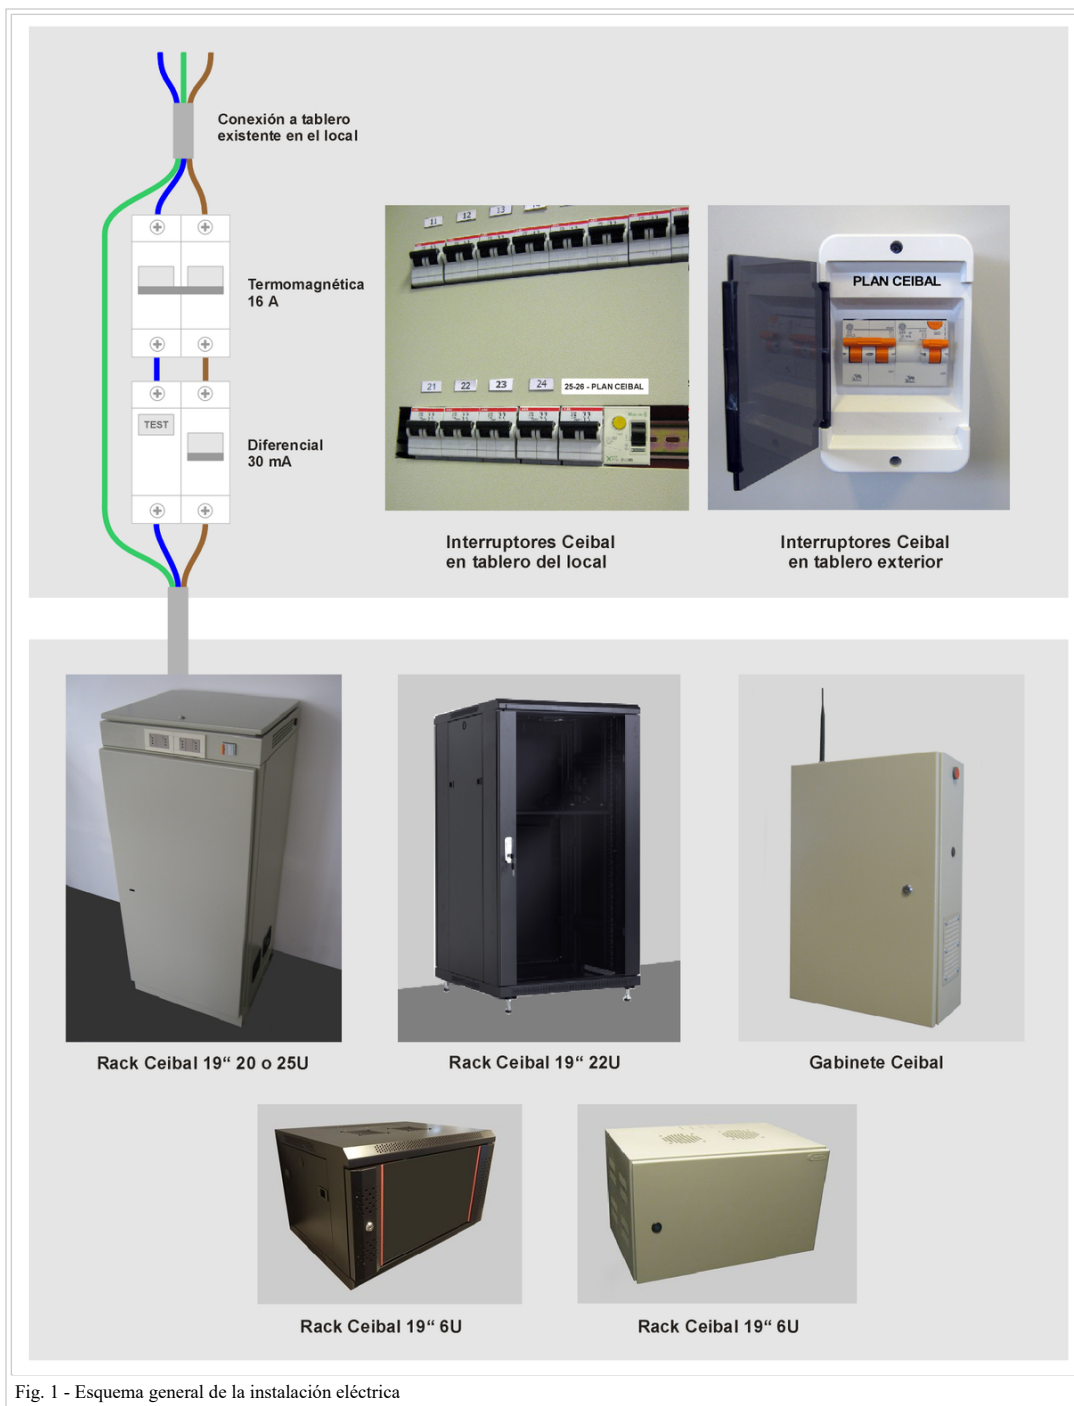

Fig. 1 - Esquema general de la instalación eléctrica
- En la Fig. 1 se presenta el diagrama general de la derivación a realizar para el caso de instalaciones nuevas con rack 19" o gabinete.